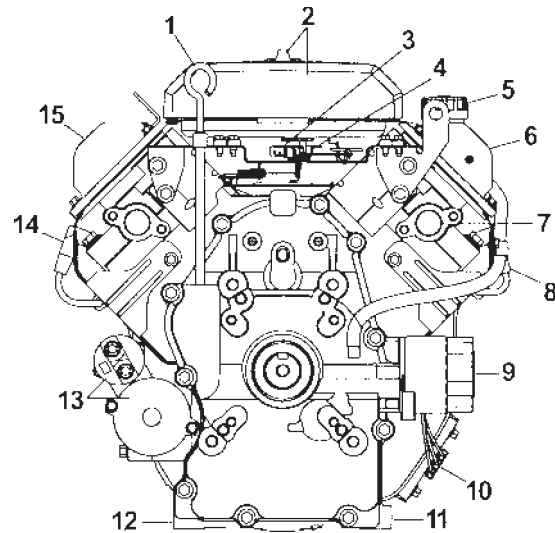

Figura 12. Parti del motore soggette a manutenzione
2. Togliere il tappo di rifornimento dell'olio (figura 12, voce 5) e riempire il carter con il tipo di olio consigliato, secondo le indicazioni fornite nella tabella 3. Versare l'olio fino alla tacca superiore dell'asta di livello.